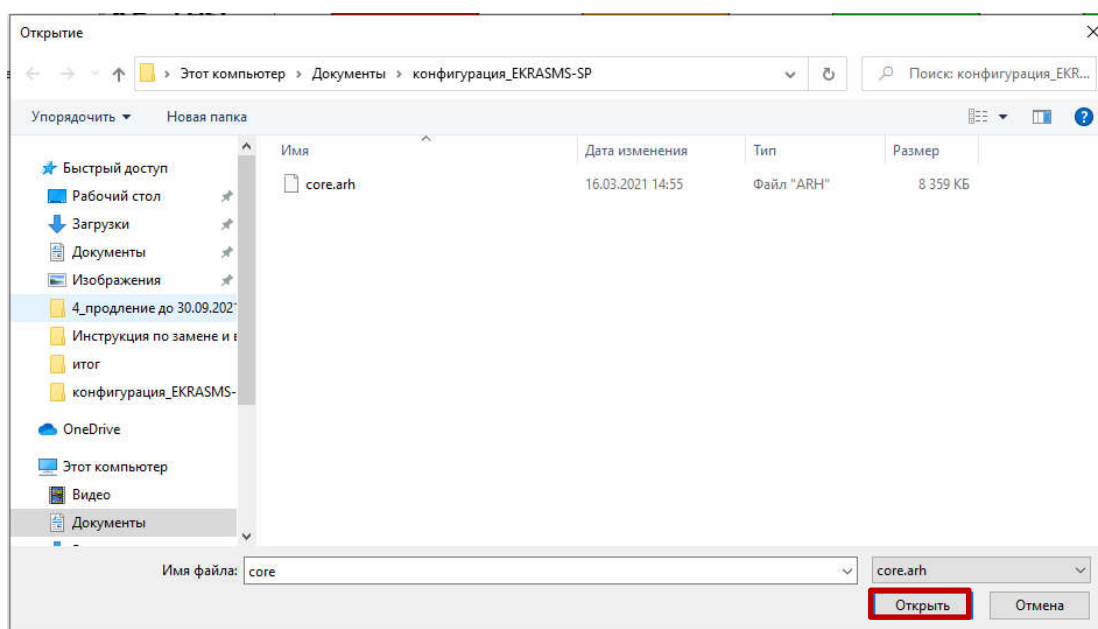

Рисунок 11 – Выбор файла **core.arh**
4.5 Для исправления ошибки необходимо выбрать файл ПО терминала и вспомогательный файл, версия которой будет соответствовать версии конфигурации: нажать кнопку **ОК**, выбрать файл ПО терминала **core.arh** и нажать кнопку **Открыть** (см. рисунок 11).